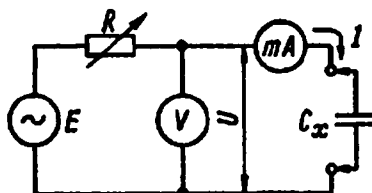

Рис. 1.7. Схема измерения ёмкости
5. Схема косвенного метода измерения ёмкостей (метод вольтметра-амперметра) (рис. 1.7).